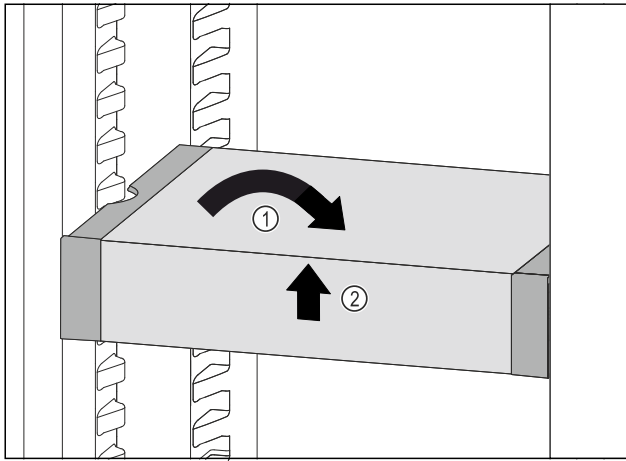

Fig. 72
- ▶ Вирівняти VarioSafe. Fig. 72 (1)
- ▶ Підняти VarioSafe спереду. Fig. 72 (2)